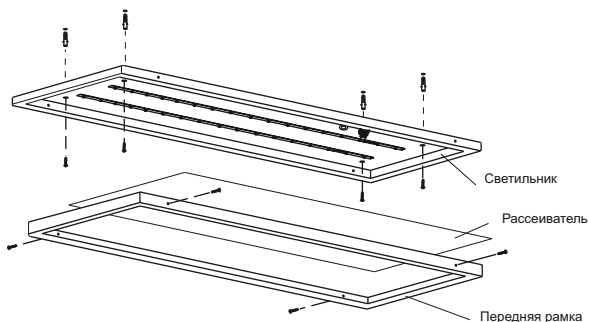

Рисунок 1
4.9 Накладной монтаж светильника осуществляется непосредственно на поверхность потолка с креплением светильника через отверстия в корпусе (рисунок 1). Крепёж для накладного способа монтажа в комплекте не поставляется.